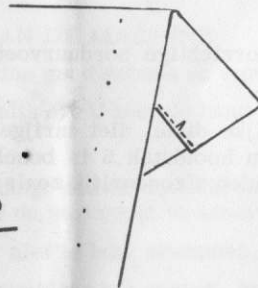

Fig. 39
8. Als U nu de stof terugvouwt heeft U een blindsteek zoals afgebeeld in fig. 39.